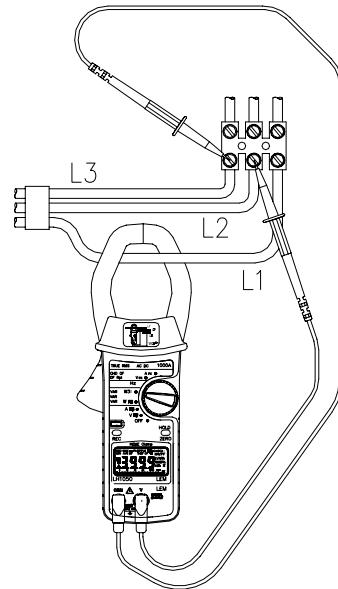

Fig. 5
- Premere la leva di disimpegno per aprire le ganasce e serrare sul conduttore della corrente di fase L1, come mostrato nella fig. 5.